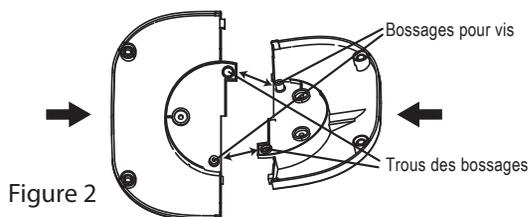

Figure 2
2. Alignez deux bossages pour vis et deux trous pour bossages derrière les deux moitiés de la base comme illustré. (Figure 2)